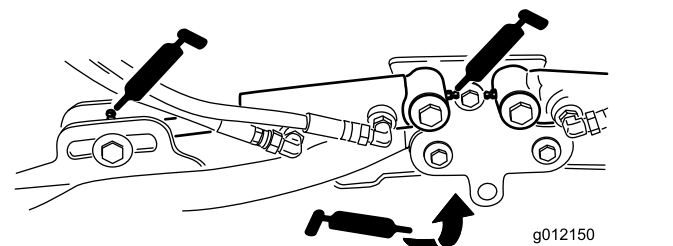

Figure 108
- Vérins des bras de levage des unités de coupe (x 2) (Figure 108)
- Pivots des bras de levage (x 1) (Figure 108)